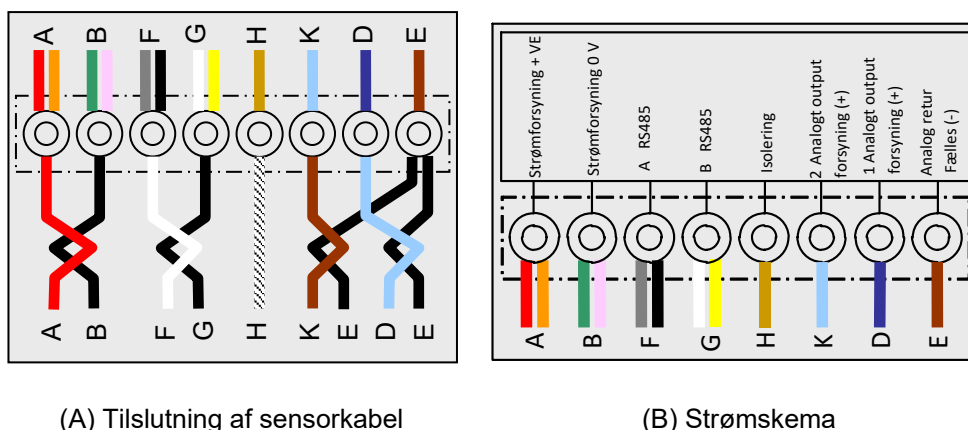

Fig. 8: Strømskema
- Slut til terminalerne som vist i strømskemaet vha. drejestikket (se Fig. 8).
- Før installationskablet igennem kabelforskrningen, og beskær til den ønskede længde. Før installationskablet til den fastgjorte skrueterminal som vist i strømskemaet i låget (se Fig. 8). Monter den aftagelige skrueterminalprop fra slæberingens underdel.
- Før installationskablet igennem husets kabelforskrning, og beskær til den ønskede længde. Før installationskablet til den fastgjorte skrueterminal som vist i strømskemaet i låget (se Fig. 8).